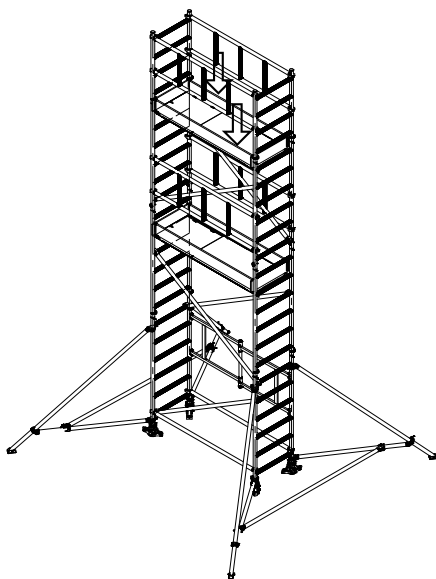

Rys. 60 Montaż bramek stabilizujących
16. Na kolumny drabin nadstawy od wewnątrz zamontować bramki stabilizujące (2 szt.). Należy sprawdzić prawidłowe zapięcie zabezpieczeń haków (Rys. 60).